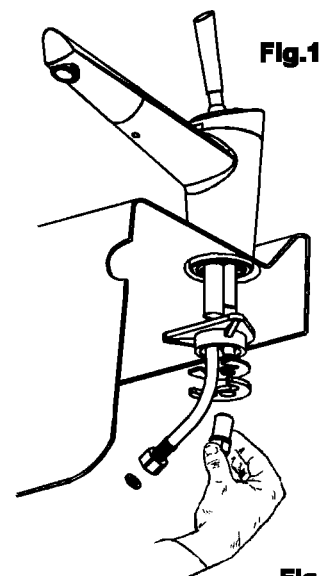

Fig.2
- ◆ Enlever le bloque-ressort sur le flexible (13) et le raccorder au clapet (22), vérifier que les joints (26) soient bien positionnés (Fig.2)
- ◆ Raccorder le robinet en vissant le flexible de droite à l'eau froide et le flexible de gauche à l'eau chaude, vérifier que les joints (28) soient bien positionnés.